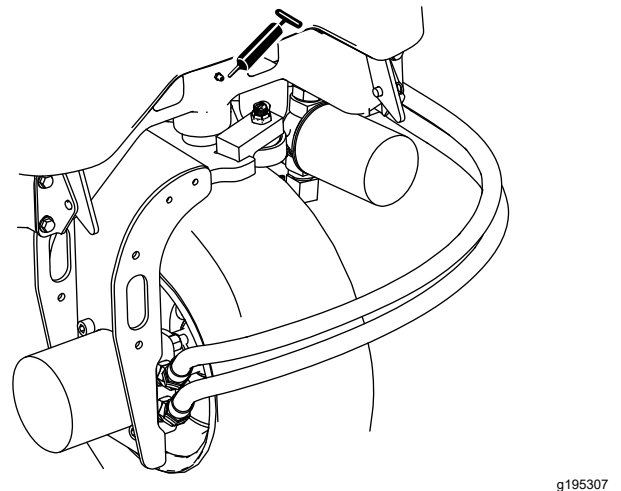

Figura 37
- Perno dello sterzo (Figura 37)